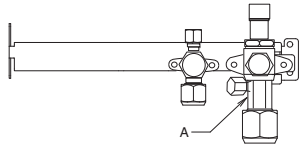

Fig. 7-7
- Al extraer o apretar la tuerca abocinada del tubo de gas, utilice 2 llaves de tuercas juntas: una en la tuerca abocinada del tubo de gas y la otra en la parte A (Fig. 7-7)